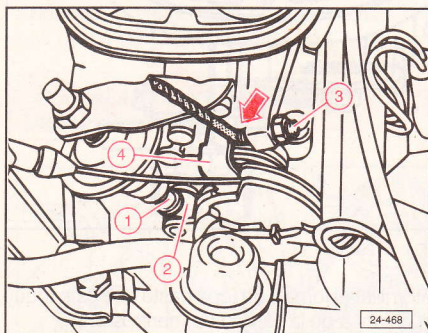

Fig. 2.131
En esta posición, verificar la medida de la holgura entre el tornillo de tope (3) y la palanca de la válvula de mariposa (4) (Fig. 2.131) mediante calibrador de toberas o taladrador.